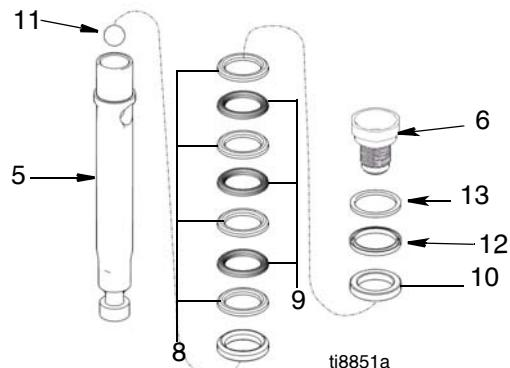

Рис. 7
- (Рис. 7) Снимите уплотнение и сальники со штока поршня. Учитывайте ориентацию для последующей установки.